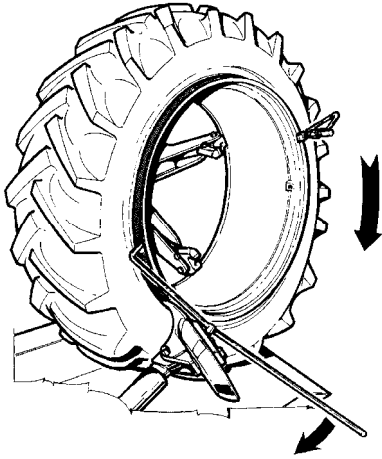

Abb.51
7. Den Montagehaken wie unter @5.5.2 ansetzen. Das Spannfutter im Uhrzeigersinn soweit drehen, bis der Wulst vollständig montiert ist. Falls nötig, den Wulstniederhalter verwenden, um den Wulst im Tiefbett zu halten (Abb.51).